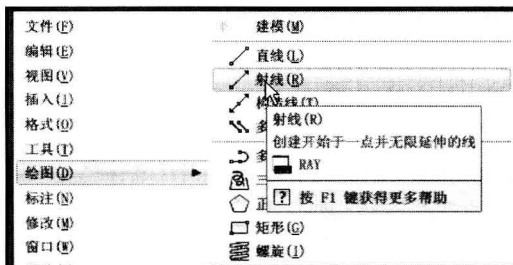

图 1-10 下拉菜单法
- 下拉菜单法:下拉菜单也是一种比较实用的方法。例如要执行绘制“射线”命令时,在图标按钮中找不到此命令,可以单击菜单浏览器里的“绘图”菜单,弹出如图 1-10 所示的下拉菜单,单击其中的“射线”,就可以执行绘制射线命令。AutoCAD 的大多数命令都可以在对应的下拉菜单中找到。